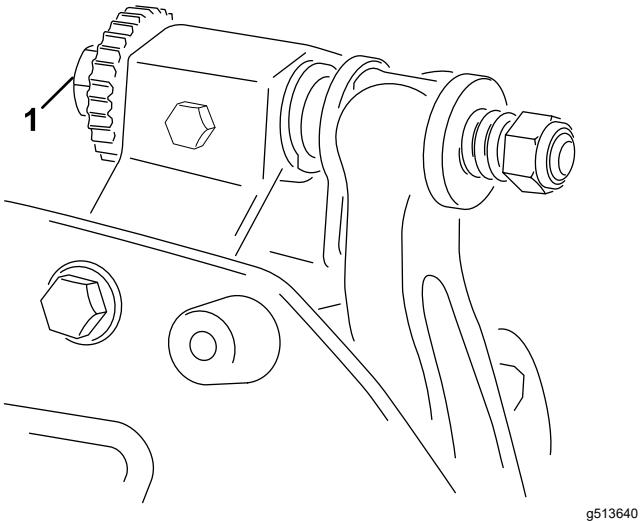

Bild 10
- A. Drehen Sie die Einstellschrauben des Untermesserträgers um jeweils eine Kerbe nach rechts, bis Sie leichten Kontakt spüren und hören (**Bild 10**).
6. Drehen Sie die Einstellschraube des rechten Untermesserträgers (**Bild 10**), bis Sie einen leichten Druck (d. h. Widerstand) an der Beilagscheibe spüren, wenn Sie sie von einer zur anderen Seite schieben. Entfernen Sie die Beilagscheibe.